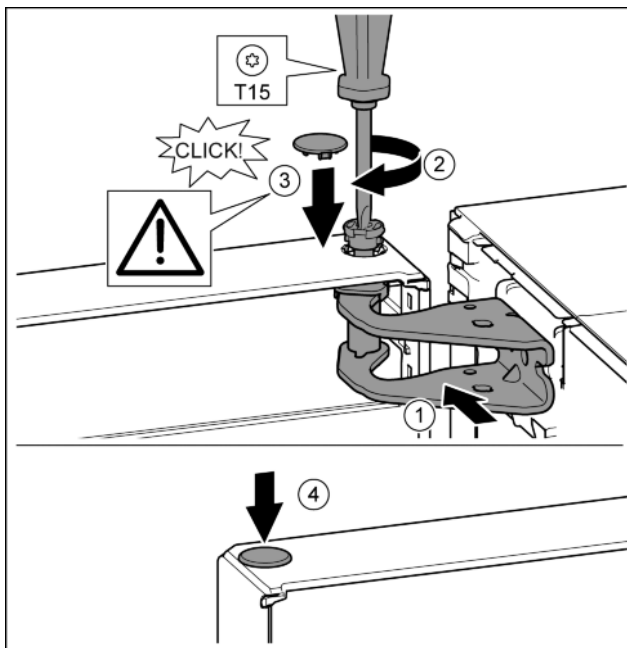

Fig. 20
- ▶ Дверь сверху выровнять по отверстию в опорном кронштейне. Fig. 20 (1)
- ▶ Вставить палец и затянуть отверткой T15. Fig. 20 (2)
- ▶ Установить предохранительную крышку для защиты двери: вставить предохранительную крышку и проверить, прилегает ли она к двери. В ином случае вставить палец полностью. Fig. 20 (3)
- ▶ Вставить заглушку. Fig. 20 (4)